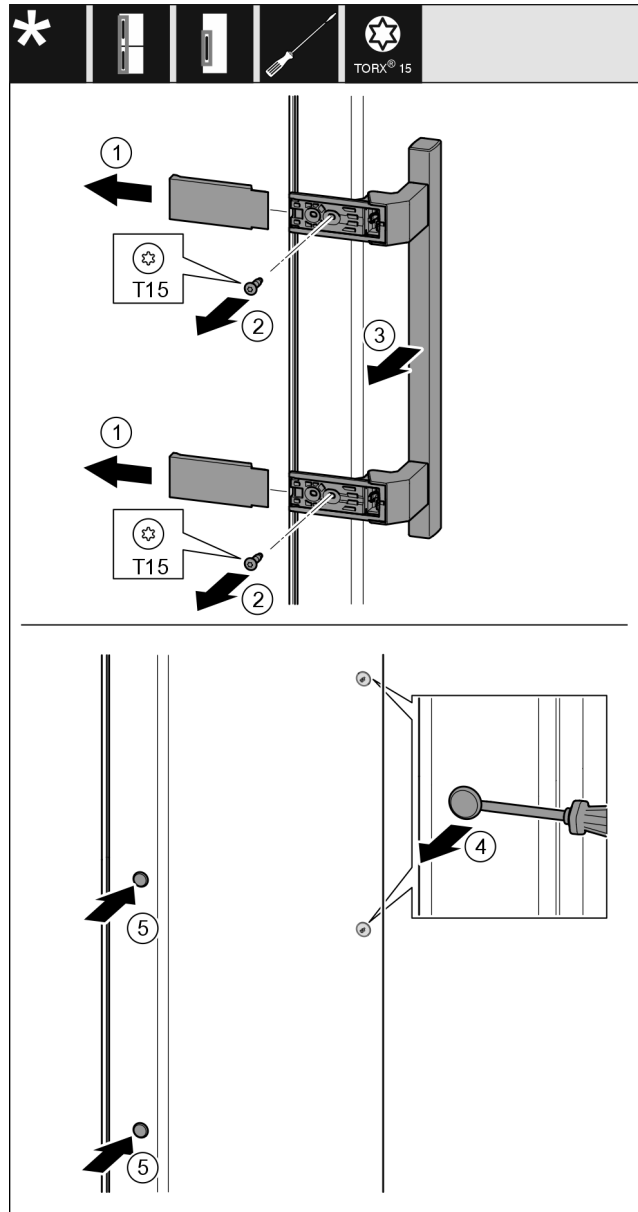

Fig. 8
- ▶ Abdeckung abziehen. Fig. 8 (1)
- ▶ Schrauben mit Schraubendreher Torx 15 herausdrehen. Fig. 8 (2)
- ▶ Griff abnehmen. Fig. 8 (3)
- ▶ Seitlichen Stopfen vorsichtig mit einem Schlitzschraubendreher anheben und herausziehen. Fig. 8 (4)
- ▶ Stopfen auf der anderen Seite wieder einsetzen. Fig. 8 (5)